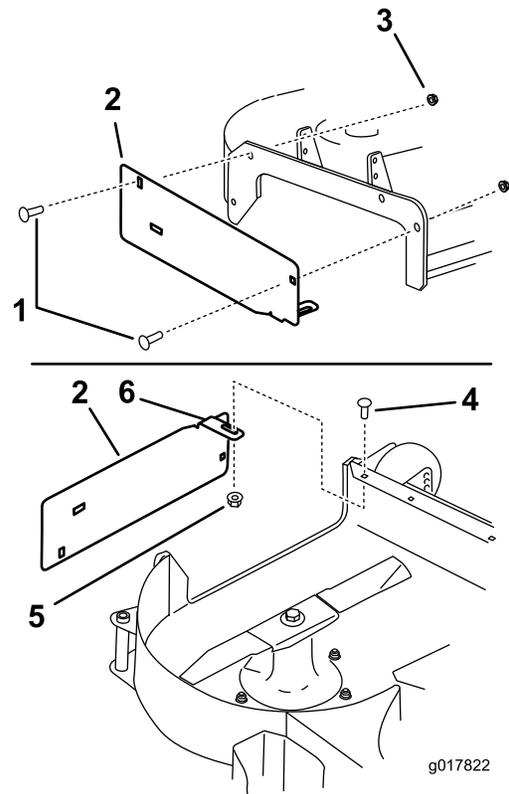

Figure 3
1. Montez la plaque d'éjection à l'extérieur du support à l'aide de 2 boulons de carrosserie (3/8 x 1-1/4") et 2 écrous à (petite) embase (3/8") (Figure 3).
2. Installez la languette à l'intérieur du tablier de coupe avec 1 boulon de carrosserie (5/16 x 7/8") et 1 écrou à embase (5/16") (Figure 3).